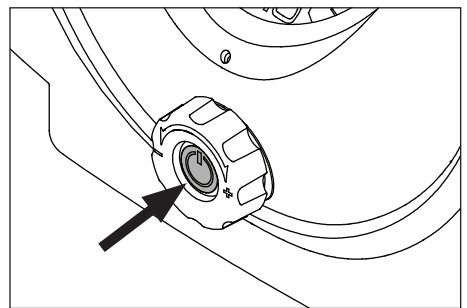

Figure 5 - Bouton de courant
4. Tourner le cadran du sélecteur de pression au réglage « LO » (BAS) (Le réglage LO est juste sous le réglage de 138 kPa (20 lb/po2)). (Voir la figure 5).
4. Tourner le cadran du sélecteur de pression jusqu'à la pression voulue. (Voir la figure 5).